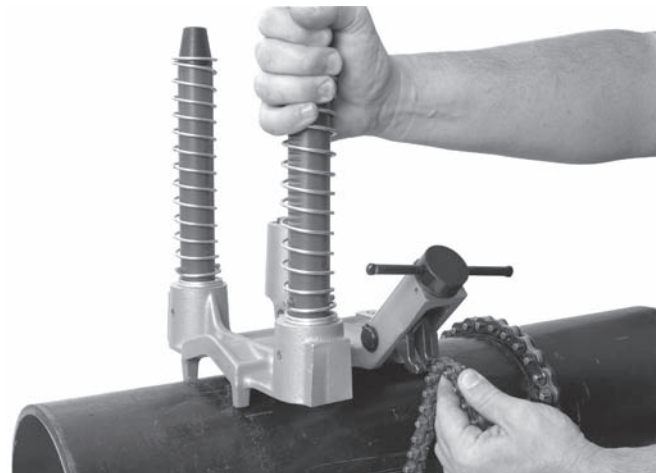

Рис. 8 - Крепление цепи
4. Для обеспечения устойчивости и направления основания в сборе всегда следует держать хотя бы одну руку на основании. Ухватитесь за конец цепи и плотно натяните ее вокруг трубы. Во время натяжения цепи сжимается пружина на закрепленном конце цепи. Зацепите ближайший штифт цепи за крюк цепи – натяжение пружины поможет удержать цепь зацепленной за крюк цепи. Для удержания узла основания на трубе плотно затяните фиксирующий винт со скользящим невыпадающим металлическим стержнем, продетым сквозь отверстие в торце винта. (См. рис. 8.)